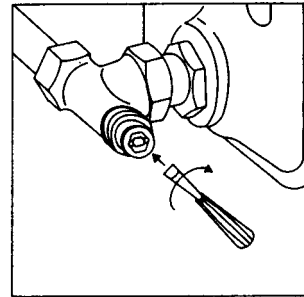

Bild 3
- 1.4 Затем шток вентилья с помощью отвертки повернуть вправо до упора (рис. 3, только для „Combi 4”).
**Важно:** Для последующего изменения значения преднастройки сначала отверткой (рис. 3), поворачивая влево, ослабить шток вентилья. Затем изменить величину преднастройки с помощью шестигранного ключа № 4 (1).